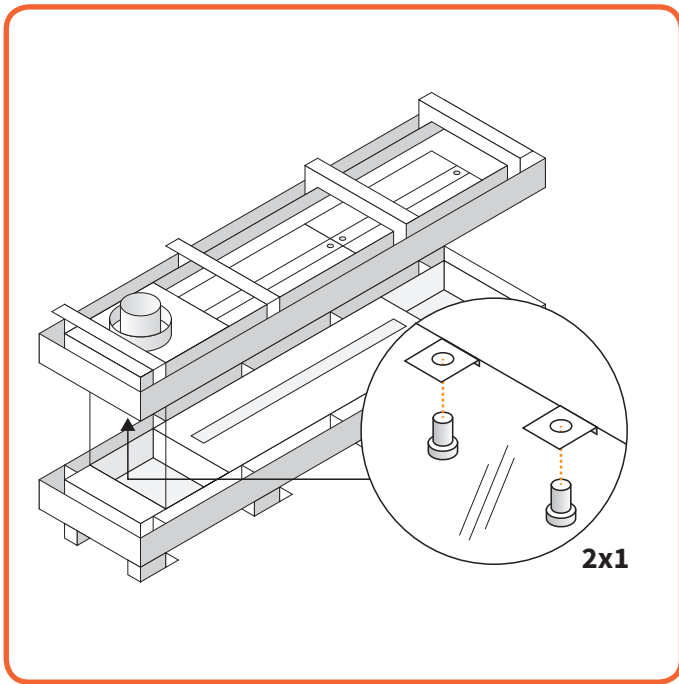
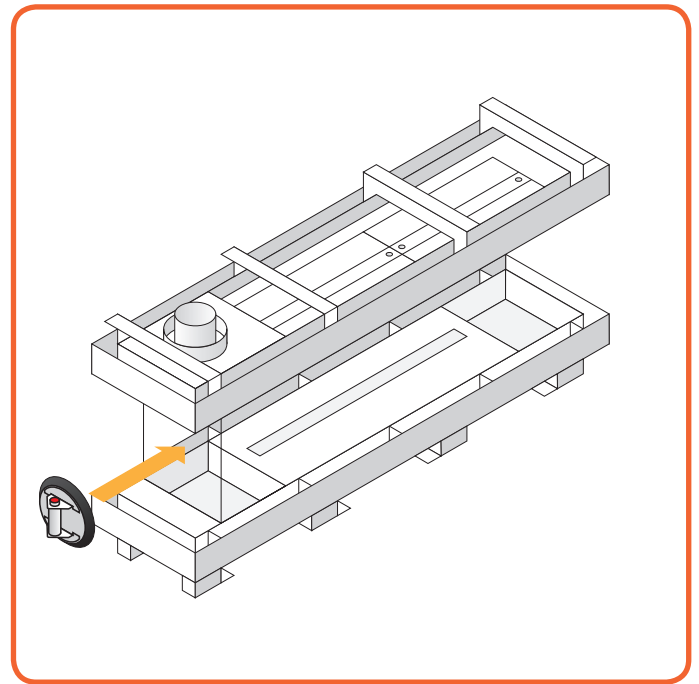

Figure 10.24 - Retrait de la pince supérieure du panneau de verre intermédiaire
Figure 10.25 - Mettre la ventouse (si nécessaire)
- En ce qui concerne le compartiment, assurez-vous de le fixer au-dessus du foyer à l'aide d'une pince à verre (**Figure 10.24**). Dévissez-le et retirez la vitre si nécessaire à l'aide de la ventouse (**figures 10.25 à 10.27**).